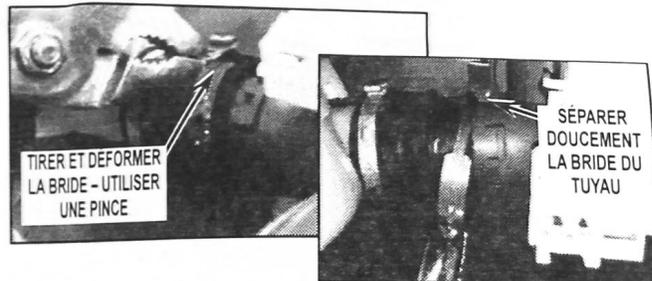

FIGURE 4
- b. Utiliser une pince pour déformer la bride, et tirer doucement par une extrémité pour enlever la bride. Voir la Figure 4.